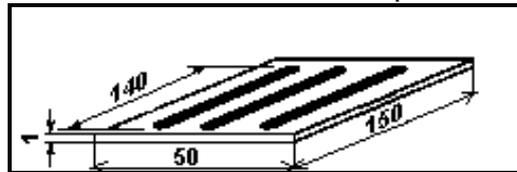

Figure.6.22
14. Lorsque le réglage est correct, prenez une tôle de 50 x 150mm et effectuez trois cordons de soudure tels qu'illustrés à la fig.6.22 ;